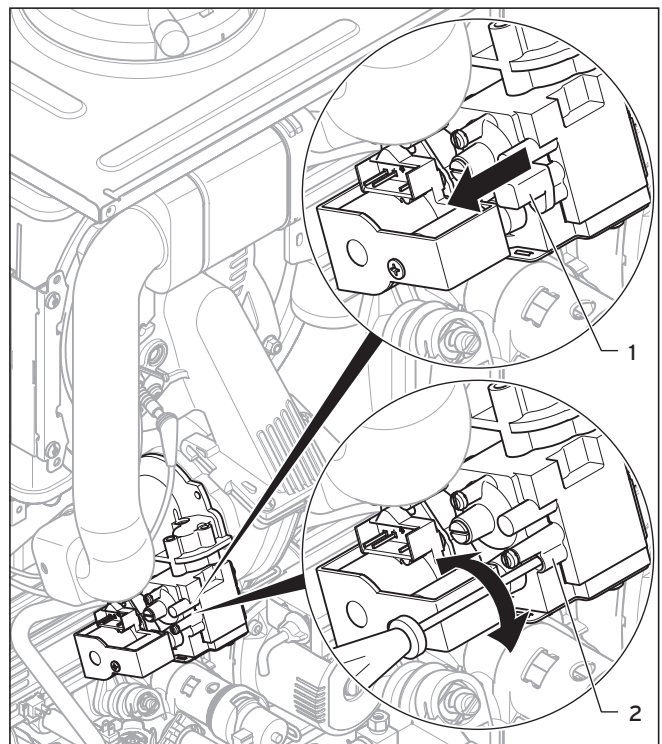

Fig. 2.2 Indstilling af CO₂-indhold
- Træk den blå afdækningskappe (1) af.
- Så snart gassen når frem til apparatet, drejes skruen (2, Fig. 2.2) (2,5 mm indvendig sekskant), med udgangspunkt i den nuværende stilling, som følger: